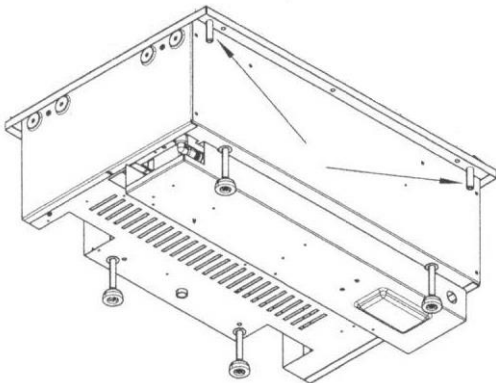

Fig. 10
4. Wenn sich das Gerät in der finalen Position befindet, entfernen Sie die Topplatte und schrauben Sie das Gerät an die Einrahmung, indem Sie die 4 Fixierlöcher, die in Abb. 10 gezeigt werden, verwenden.